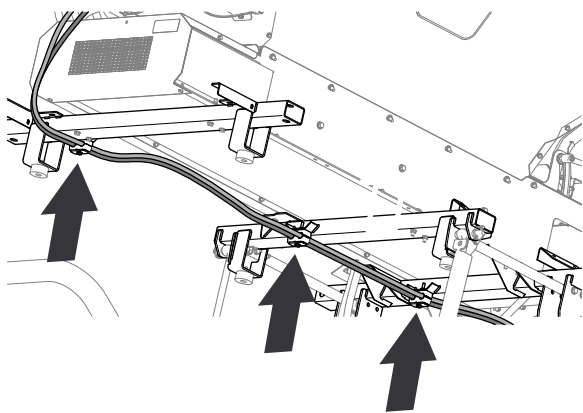
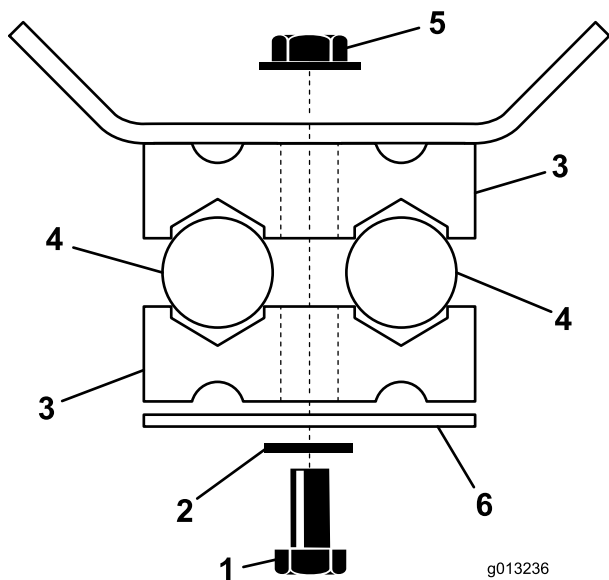

図 22
図 23
1. 油圧ホース高圧側と戻り側を、トップドレッサの右側フレームに沿って 図 22 のように配設する。
2. 中央と後クロス部材にある3つのホース取り付けブラケット 図 22 と 図 23 に各ホースを仮止めするキャップスクリュー $\frac{1}{4} \times 2\frac{3}{4}$ " 3本、ワッシャ $\frac{1}{4}$ "、クランププレート3枚、チューブクランプ半割6個、フランジロックナット $\frac{1}{4}$ " 3個を使用する。
5. チューブクランプ半割同士を連結しているキャップスクリュー3本とロックナット3個を本締めする 図 23。